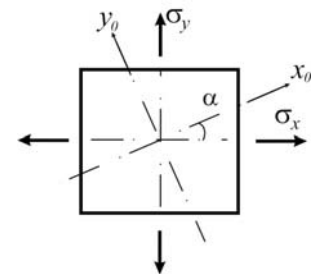

Рис. 2.20
**2.20.** Определить значение нормального напряжения  $\sigma_y$ , при котором линейная деформация в направлении  $x_0$  в два раза больше линейной деформации вдоль оси  $y_0$ . Дано:  $\alpha = 30^\circ$ ,  $\sigma_x = 20$  МПа,  $\nu = 0,3$  (рис.2.20).